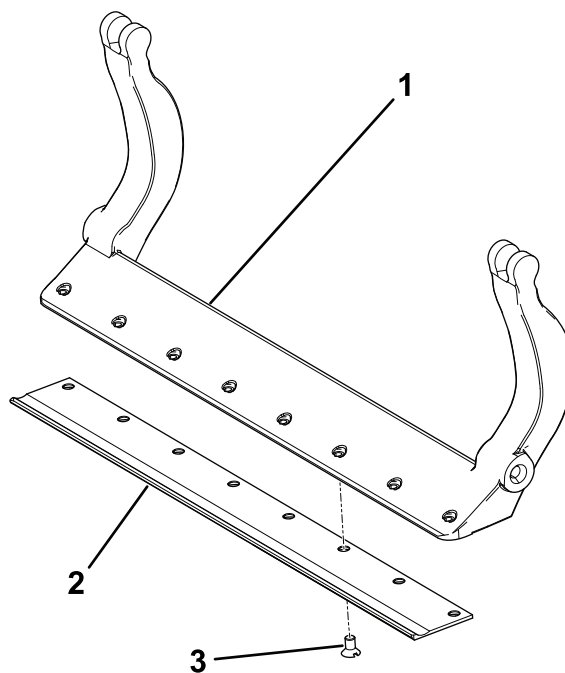

Figure 33
3. Appliquez du produit antigrippant sur les vis et montez la contre-lame sur la barre d'appui comme suit (Figure 33) :